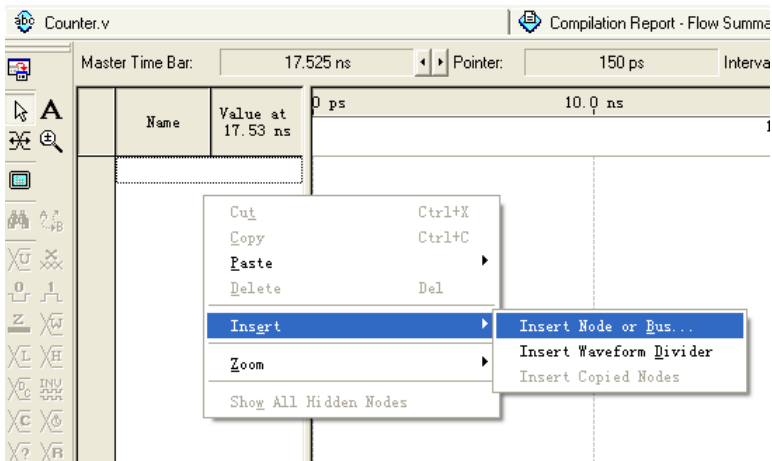

图 3-19 添加结点右键菜单
14. 添加信号结点。在空波形文件中点击右键，如图 3-19 进行选择（或者直接双击）。